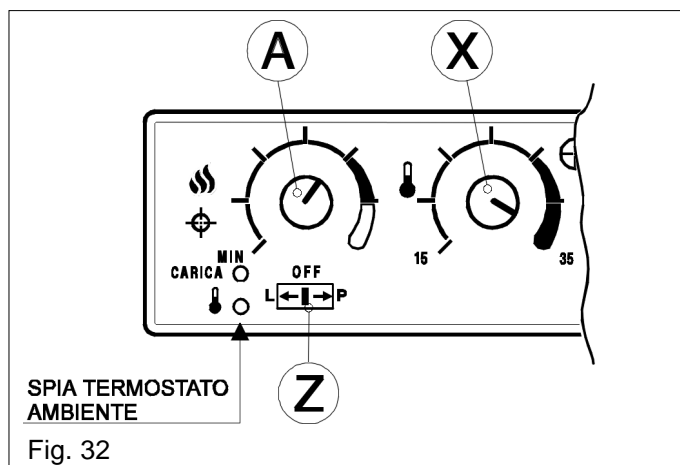
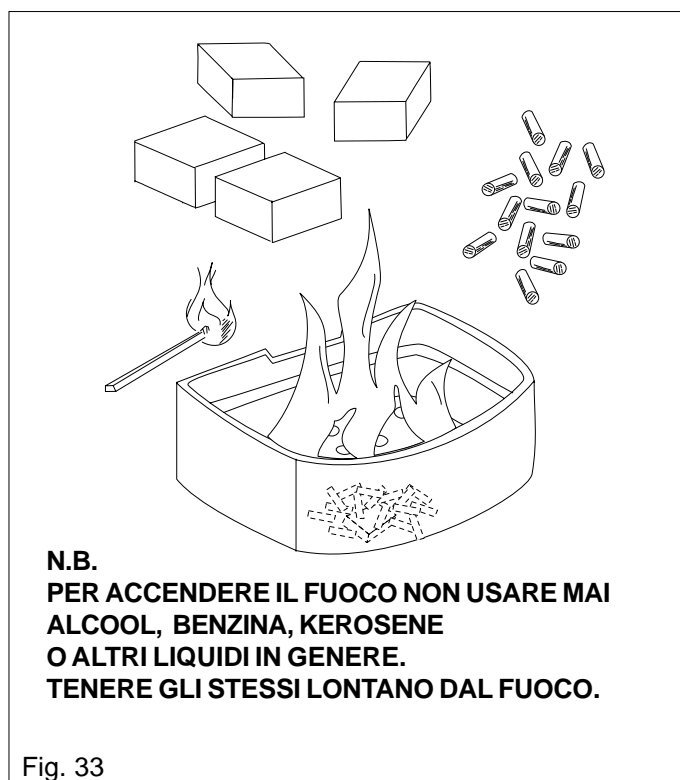

Fig. 32
Fig. 33
L'accensione della stufa avviene manualmente utilizzando una zolletta di ACCENDI-FUOCO comunemente reperibile in commercio (Fig. 33). Collocare nel braciere una zolletta di ACCENDI-FUOCO, incendiarla con un fiammifero e immettere mezzo pugno di ovuli di legno nel braciere, quindi chiudere la portina e dare corso al funzionamento automatico portando l'interruttore (Z) dalla posizione spento centrale (OFF) alla posizione di lavoro (P) a destra (PELLET). (Fig. 32)
- b) La spia di LAVORO-VERDE si accenderà con la stufa in temperatura, di conseguenza si avvierà il ventilatore di ricircolo aria ambiente, sul quale potrete intervenire regolando la potenzialità intervenendo sul pomello di destra (Y) (contrassegnato dal simbolo  VENTILATORE), da un MINIMO a un MASSIMO con sei posizioni intermedie.
- c) Il pomello centrale (X) regola dai 15° ai 35° C la temperatura ambiente, e agisce sulla coclea di caricamento ovuli, quindi sulla potenzialità del focolare; una volta raggiunta la temperatura di taratura del TERMOSTATO AMBIENTE (si veda l'indice della manopola), la stufa funzionerà al minimo senza spegnersi.
**N.B. LA SPIA DEL T.A. ROSSA (Fig. 32) SI ACCENDE QUANDO SI È RAGGIUNTA LA TEMPERATURA AMBIENTE PRESCELTA.**
- Utilizzando la legna è necessario regolare il pomello di sinistra (A) Fig. 32 - 34 (che agisce sul ventilatore fumi) nelle posizioni: